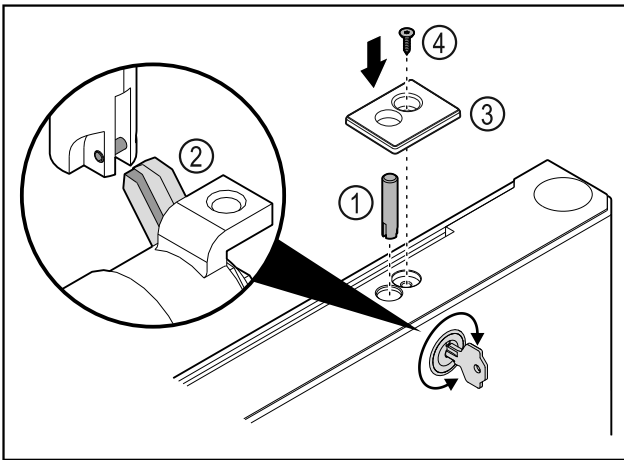

Fig. 39
- Insérer l'axe de la serrure Fig. 39 (1).
- Tourner légèrement la serrure afin que l'axe Fig. 39 (2) s'enclenche dans la fente de la serrure.
- Mettre en place le cache Fig. 39 (3).
- Insérer la vis Fig. 39 (4).